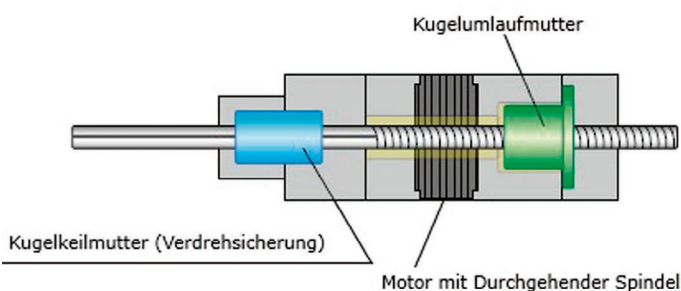

Bild 13: Linearer Schrittmotor mit Verdrehssicherung
- Linearmotoren mit Verdrehverschluss (Bild 13), wobei die Spindel über Führungen am Verdrehen wird verhindert.